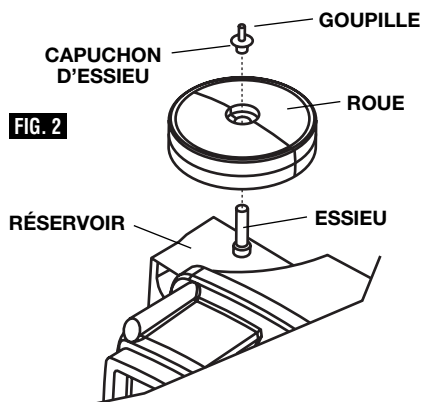

FIG. 2
3. Glissez une roue sur l'essieu, glissez l'essieu dans le trou du réservoir et ensuite glissez la deuxième roue sur l'essieu comme indiqué à la figure 2.